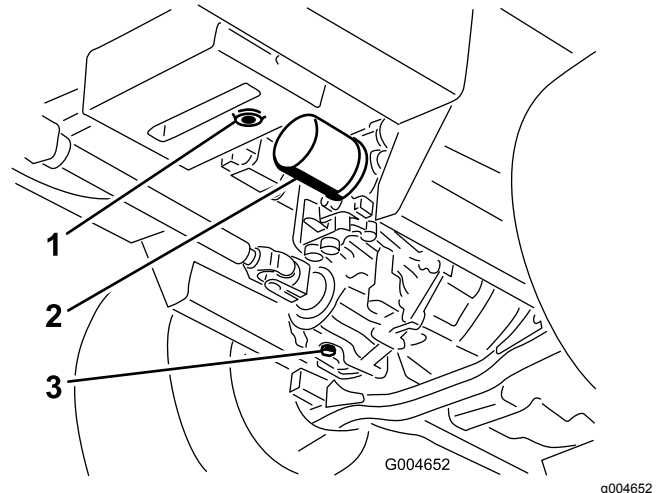

図 57
3. 油圧オイルタンクとトランスミッションケースの下にオイルを受ける大型の容器を置き、それぞれのドレンプラグを外してタンク内のオイルを完全に排出、回収する(図 57)。
4. 油圧オイルフィルタ取り付け部の周辺をウェスできれいに拭き、フィルタを外す (図 57)。